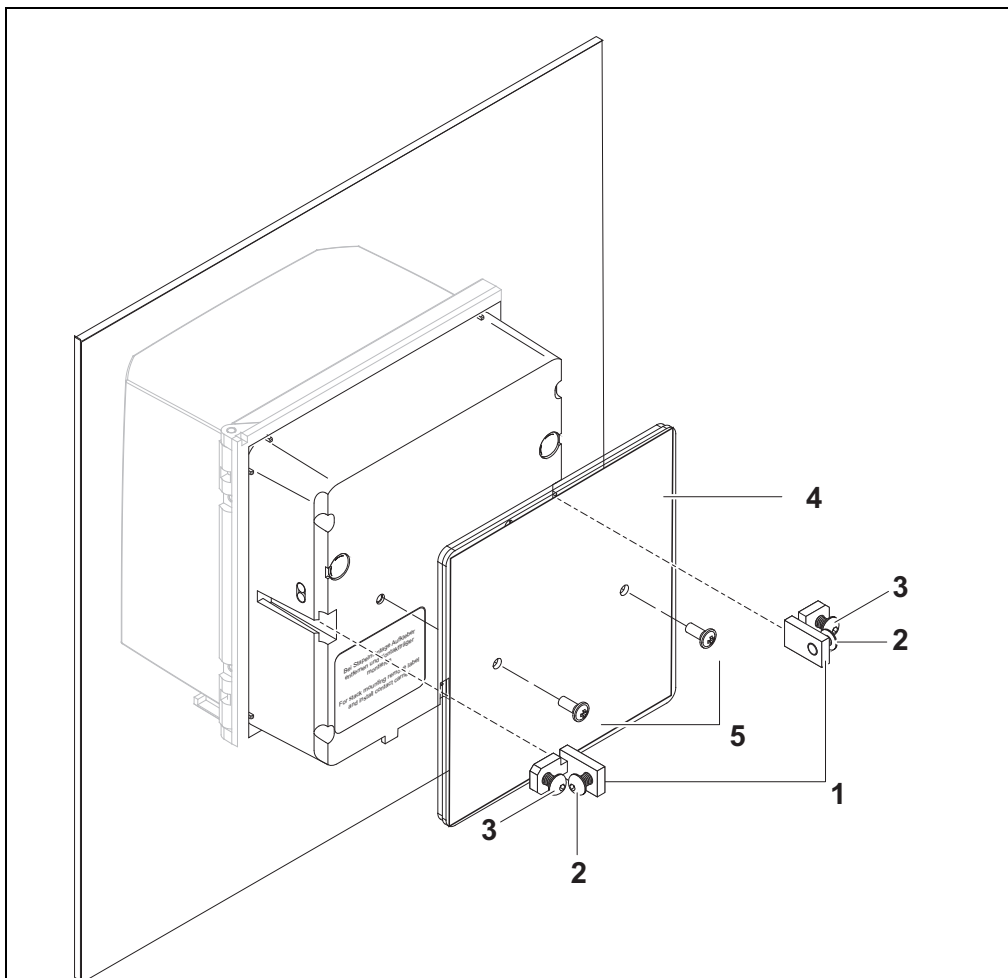

figura 3-11 Montaje del DIQ/S 281 en un panel de interruptores
- 2 Desenrosque ligeramente los pernos (pos. 2 y 3) de los dos soportes angulares (pos. 1 en la figura 3-11), pero no los retire.
- 3 Introduzca las dos escuadras tal como se muestra en la figura 3-11 en las guías laterales del transmisor universal hasta el tope.
- 4 Apriete los pernos (pos. 2).
- 5 Atornille los pernos (pos. 3) hasta que queden bien ajustados al panel.